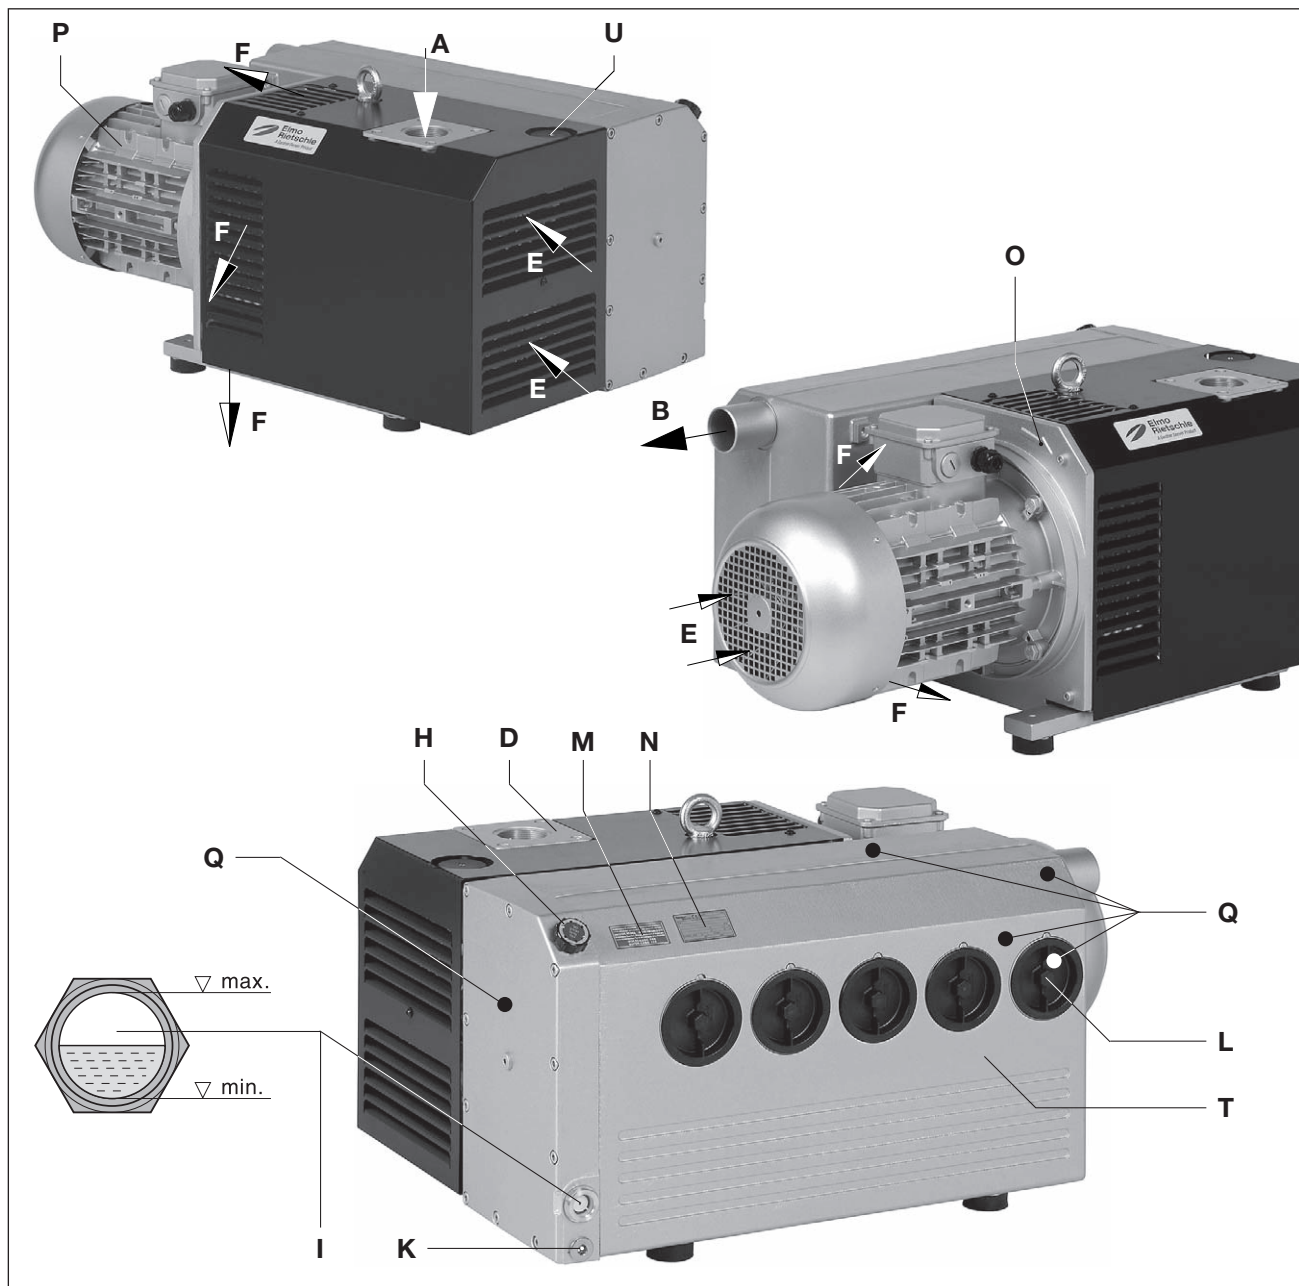

Abb. 2 Vakuumpumpe V-VC 202 / V-VC 303
Ein serienmäßiges Gasballastventil (Abb. 2/U) verhindert bei betriebswarmer Pumpe die Kondensation von Wasserdampf im Pumpeninneren bei Ansaugung geringer Dampfmengen. Für höheren Wasserdampfanfall kann ein verstärkter Gasballast (optional) vorgesehen werden.
Saugflansch (Abb. 2/D), Öleinfüllstelle (Abb. 2/H), Ölschauglas (Abb. 2/I), Ölablass (Abb. 2/K), Gasballast (Abb. 2/U) und Entölergehäuse (Abb. 2/T) müssen leicht zugänglich sein. Die Kühlluft-Eintritte (Abb. 2/E) und die Kühlluft-Austritte (Abb. 2/F) müssen mindestens 30 cm Abstand zu benachbarten Wänden haben. Austretende Kühlluft darf nicht wieder angesaugt werden. Für Wartungsarbeiten sind um die Maschine min. 50 cm Abstand vorzusehen.
Die Abluftöffnung (Abb. 2/B) darf weder verschlossen noch eingengt werden.
- a) Der Vakuumanschluss (Abb. 2/A) befindet sich auf dem Saugflansch (Abb. 2/D).
- b) Die abgesaugte Luft kann durch die Abluftöffnung (Abb. 2/B) frei ausgeblasen oder mittels Schlauch- bzw. Rohrleitung weggeführt werden.
- a) Das Schmieröl (geeignete Sorten siehe Kapitel "Wartung") an der Öleinfüllstelle (Abb. 2/H) bis zur Oberkante des Schauglases (Abb. 2/I) auffüllen.
- a) Die elektrischen Motordaten sind auf dem Datenschild (Abb. 2/N) bzw. dem Motordatenschild angegeben. Die Motoren entsprechen DIN EN 60034 und sind in Schutzart IP55 und Isolationsklasse F ausgeführt. Das entsprechende Anschlusschema befindet sich im Klemmenkasten des Motors (entfällt bei Ausführung mit Stecker-Anschluss). Die Motordaten sind mit den Daten des vorhandenen Stromnetzes zu vergleichen (Stromart, Spannung, Netzfrequenz, zulässige Stromstärke).
Im betriebswarmen Zustand können die Oberflächentemperaturen an den Bauteilen (Abb. 2/Q) über 70°C ansteigen.
- ▷ Die vorgesehene Drehrichtung der Antriebswelle ist durch den Drehrichtungspfeil (Abb. 2/O) auf dem Motorflansch gekennzeichnet.
- b) Nach evtl. Korrektur der Drehrichtung Motor erneut starten und nach ca. 2 Minuten wieder abstellen, um fehlendes Öl bis zur Oberkante des Schauglases (Abb. 2/I) nachzufüllen. Dieses Nachfüllen an der Einfüllstelle (Abb. 2/H) muss wiederholt werden, bis sich alle Ölleitungen vollständig gefüllt haben. Die Einfüllstelle darf nicht bei laufender Pumpe geöffnet werden.